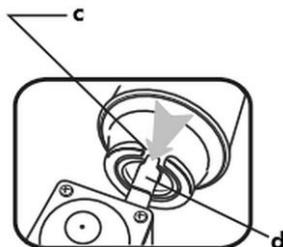

Fig. 7
1. Ajuste o regulador rotativo (17) na posição DESL. (16), ajuste a alavanca de bloqueio do cartucho (20) na posição UNLOCK (14).
2. Abra a tampa do suporte para cartucho (6);
3. Insira o cartucho de gás (7) no suporte para cartucho (8) com a flange do cartucho (c) virada para cima de modo a que a ponta da válvula (d) do fogão a gás entre facilmente na cavidade (c). (Fig. 7)